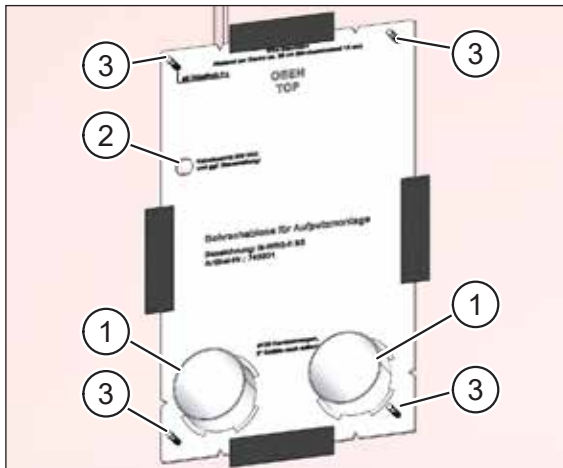

Abb. 22: Lüftungsrohre an der Innenwandseite
- ▶ Setzen Sie die Bohrschablone (Pos. 2 in Abb. 22) an der Innenwandseite auf.
- ▶ Fixieren Sie die Bohrschablone mit den vier S8-Dübeln (Pos. 3 in Abb. 22).
- ▶ Schieben Sie beide Lüftungsrohre (Pos. 1 in Abb. 22) so durch die Kernlochbohrungen, dass sie an der Innen- und Außenwandseite überstehen. Die Lüftungsrohre werden an der Innenwandseite durch die Bohrschablone für das Lüftungsgerät (Pos. 2 in Abb. 22) fixiert.